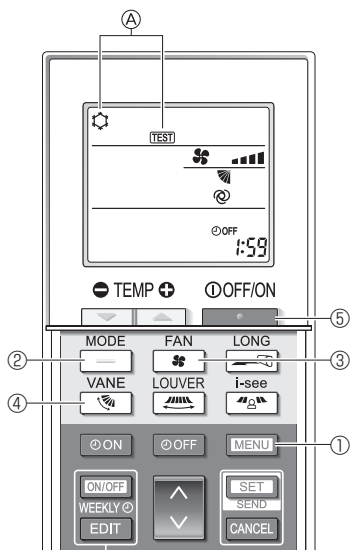

Fig. 8-5
- 2. Appuyez sur la touche **MENU** ① pendant 5 secondes. (Fig. 8-5)
- 3. Appuyez sur la touche **MENU** ①.
La mention (A) [TEST] et le mode de fonctionnement en cours sont affichés. (Fig. 8-5)
- 4. Appuyez sur la touche **—** ② pour activer le mode refroidissement, puis vérifiez que de l'air froid est soufflé par l'appareil.
- 5. Appuyez sur la touche **—** ② pour activer le mode chauffage, puis vérifiez que de l'air chaud est soufflé par l'appareil.
- 6. Appuyez sur la touche **—** ③ et vérifiez que la vitesse du ventilateur change.
- 7. Appuyez sur la touche **—** ④ et vérifiez que l'ailette automatique fonctionne correctement.
- 8. Appuyez sur la touche **—** ⑤ pour terminer l'essai de fonctionnement.